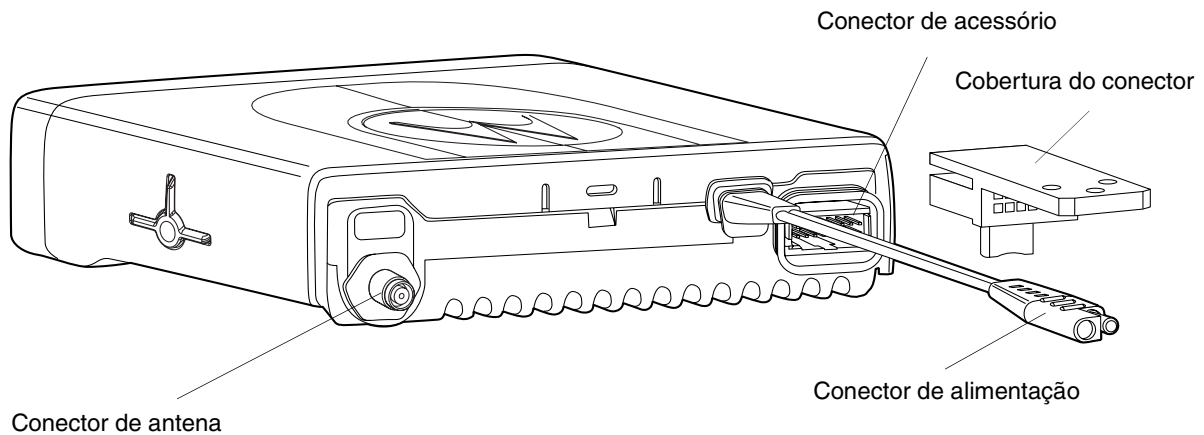

Figura 4-1. Conexões na parte posterior do rádio
O conector de acessório localizado na parte posterior do rádio (ver Figura 4-1) permite conectar os diferentes acessórios necessários para a instalação.
2. Conecte o conector do cabo da antena ao conector de antena do rádio, localizado na parte posterior do rádio. (Ver Figura 4-1).
3. Para concluir a instalação do rádio, encaixe o cabo de alimentação no conector de alimentação do rádio. (Ver Figura 4-1).
1. Realize todas as conexões necessárias no rádio (alimentação, antena e conector de acessório) conforme mostrado na Figura 4-1.